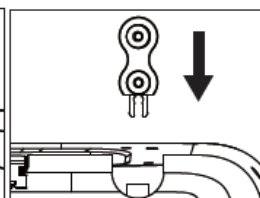

Fig.23
- b. Namontujte dvojitý horní kolík do stroje (Fig. 23–24).